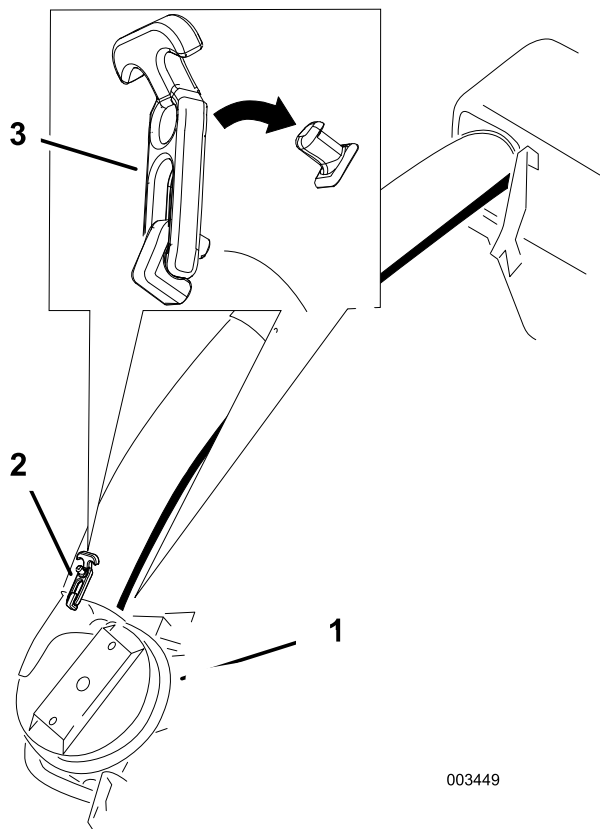

Figuur 34
5. Plaats de onderste buis in de bovenste buis (Figuur 34).